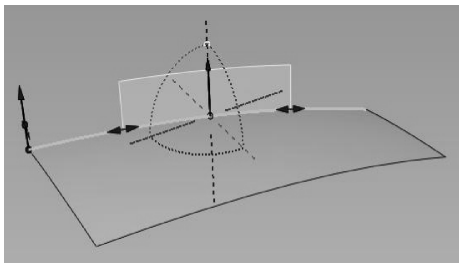

图 3-35 拔模曲面的范围
- **【Start】** (开始)、**【End】** (结束): 使用这些滑块可修改拔模曲面的范围。**【Start】** 和 **【End】** 参数值范围为 0.0 和 1.0, 如图 3-35 所示。